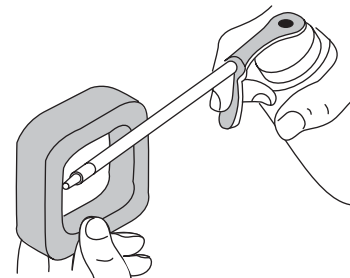

Fig. 34
4. Aplique suficiente aceite limpio de motor SAE 30 para recubrir ligeramente el filtro (Fig. 34).